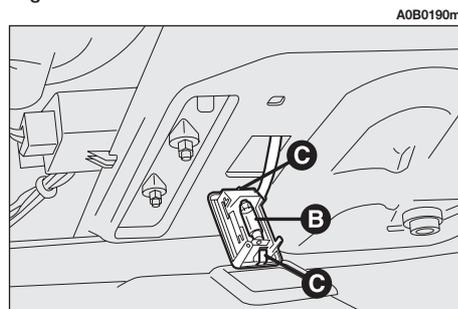

fig. 66
– Sostituire la lampada (**B-fig. 66**), di tipo cilindrico, tirandola verso l'esterno, assicurandosi che la nuova lampada sia correttamente posizionata tra i contatti.
– Rimontare il trasparente verificando l'avenuto scatto di blocco delle linguette (**C-fig. 66**).